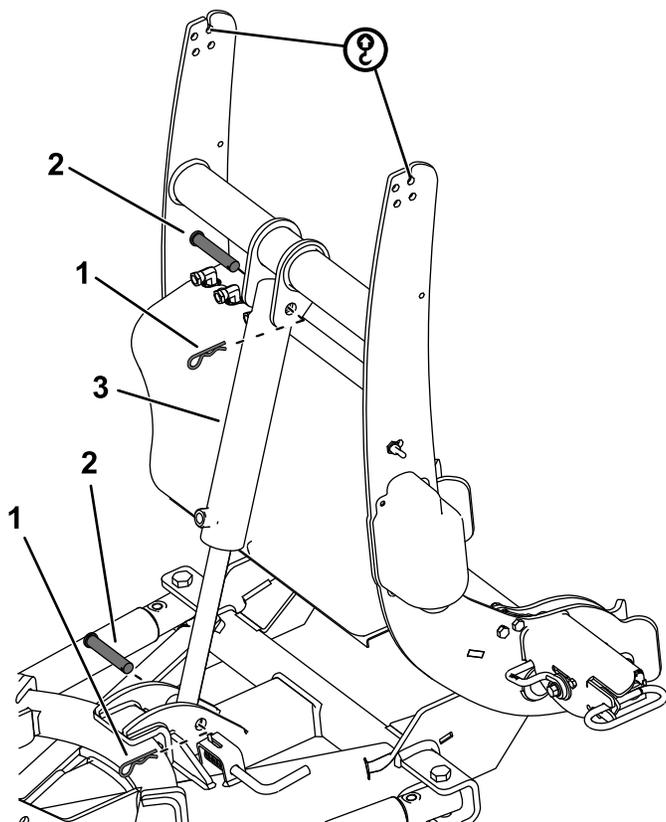

Bild 9
6. Befestigen Sie das Stangenende des Hubzylinders mit einem Lastösenbolzen und einem Splint am Schubrahmen (Bild 9).
7. Befestigen Sie das freie Ende des Hubzylinders mit einem Lastösenbolzen und einem Splint an der Kupplungssäule (Bild 9).